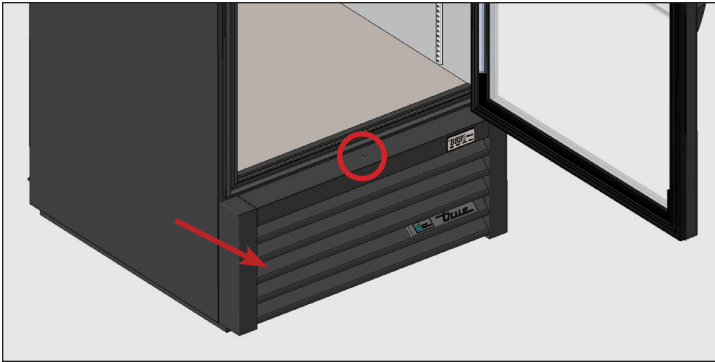

Abb. 1. Lage der Schrauben, mit denen das vordere Lüftungsgitter befestigt ist. Das Gitter vorsichtig abnehmen.
2. Das vordere Lüftungsgitter des Geräts entfernen. Siehe Abb. 1.